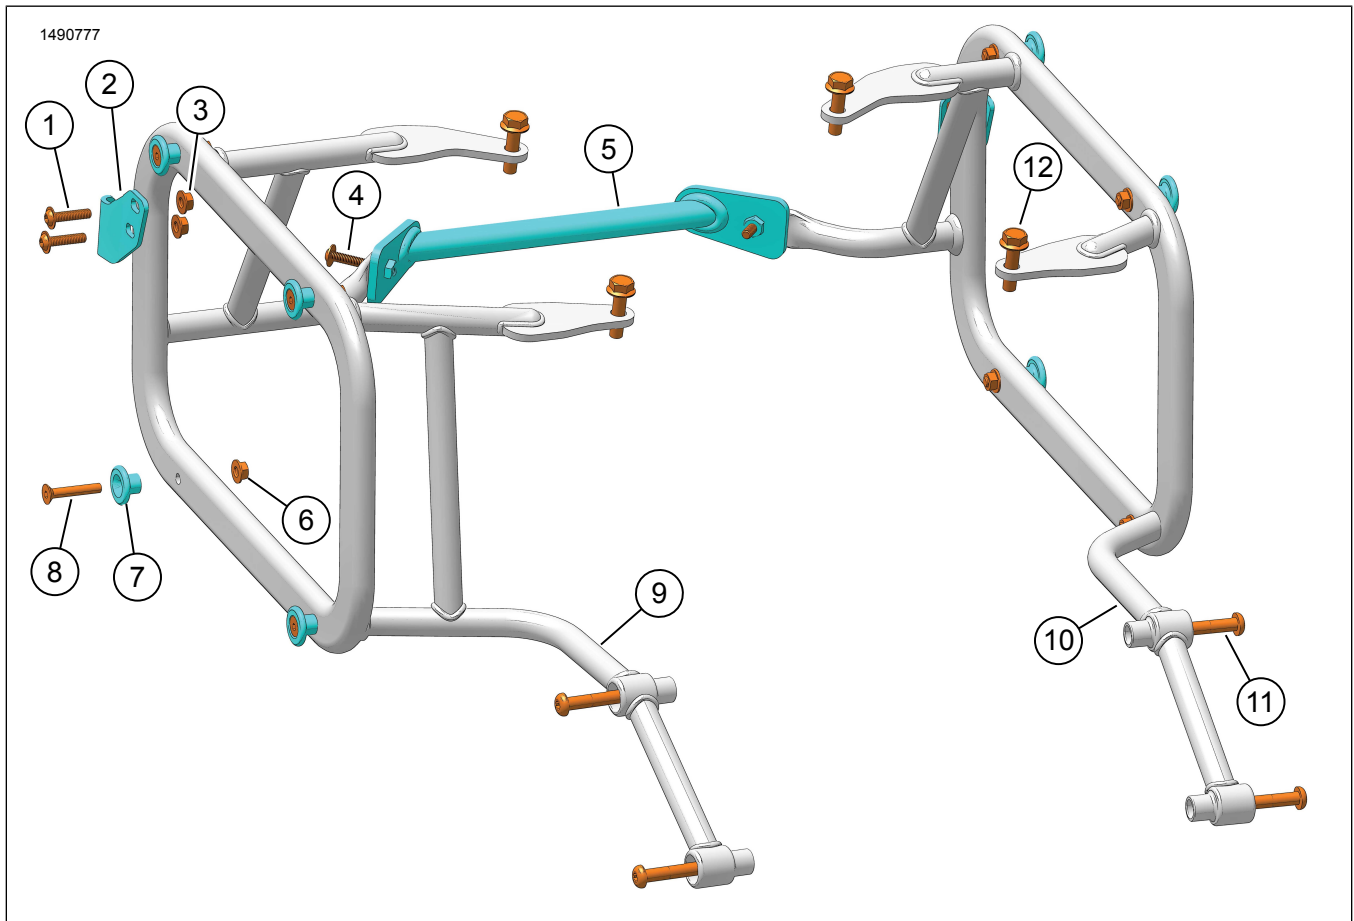

Figure 1. Contenu du kit : Montage de side case
1. Voir la figure 1. Positionner le support de loquet (2) à l'ensemble support de sacoche (10, 11).
- a. Vérifier que le support de loquet (2) est installé pour le côté approprié.
2. Poser les vis (1) et les écrous (3). Serrer.
1. Voir la figure 1. Positionner le point de fixation (8) à l'ensemble support de sacoche (10, 11).
2. Installer la vis (9) et l'écrou (7). Serrer.